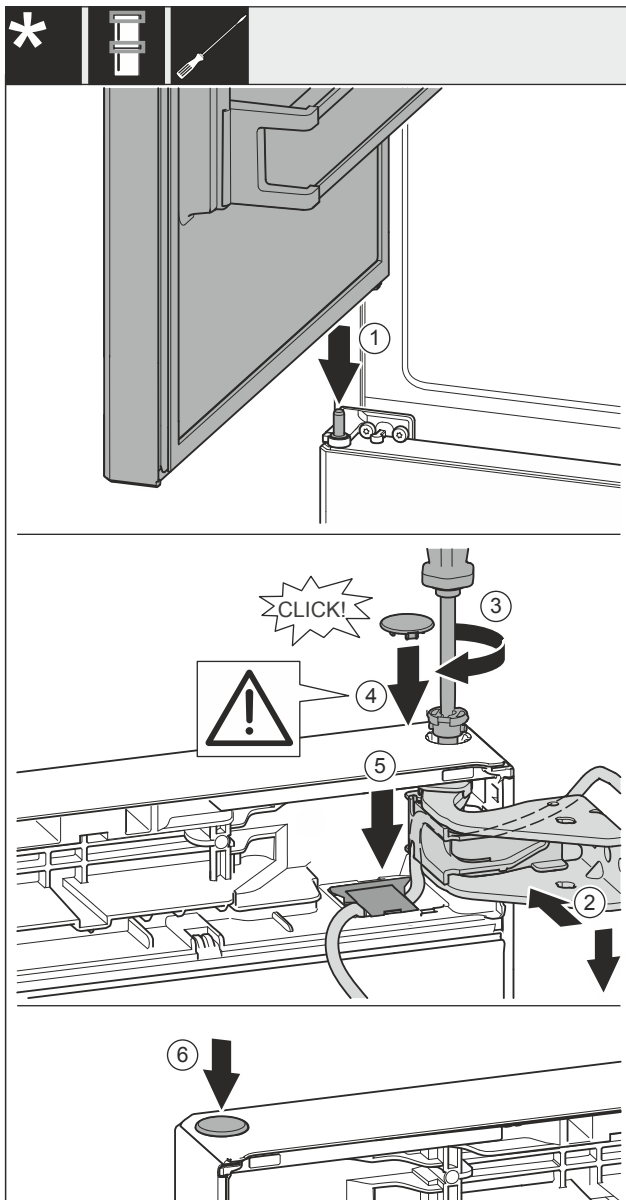

Fig. 36
- Uzlieciet augšējās durvis uz vidējās gultņa tapas Fig. 36 (1).
- Nolīmeņojiet durvju augšdaļu pret atveri gultņa balstā Fig. 36 (2).
- Ievietojiet tapu Fig. 36 (3) un pieskrūvējiet ar skrūvgriezi.
- Ievietojiet pārsegu Fig. 36 (4).
- Pārbaudiet, lai pārsegs Fig. 36 (4) piekļautos pie durvīm.
- Ievietojiet pārsegu Fig. 36 (5) un spiediet uz leju, līdz tas nofiksējas.
- Ievietojiet pārsegu Fig. 36 (6).